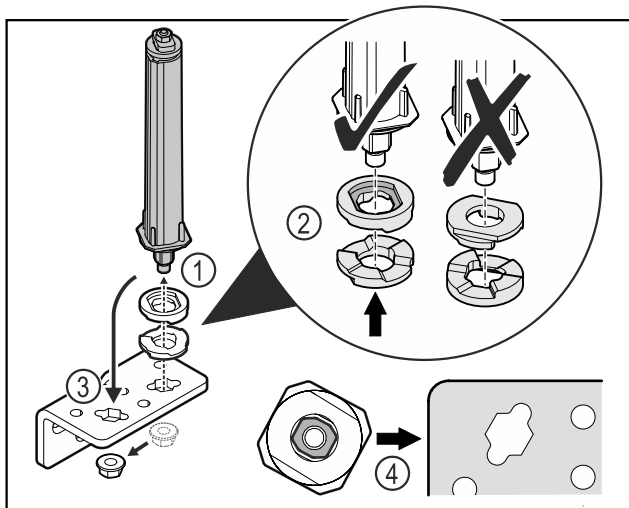

Fig. 41
- ▶ Otpustite maticu i skinite sustav zatvaranja vrata Fig. 41 (1).
- ▶ Pazite na ispravno poravnanje pločica za namještanje visine Fig. 41 (2).
- ▶ Premjestite sustav zatvaranja vrata u kutnim šarkama i pričvrstite ga maticom Fig. 41 (3).
- ▶ Pri umetanju pazite na ispravno poravnanje sustava zatvaranja vrata Fig. 41 (4).